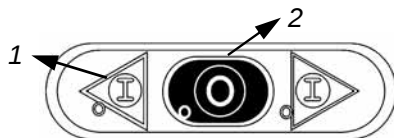

Fig. 5.3.1
5.3 – Vérification du fonctionnement du bouton d'arrêt (fig. 5.3.1)
5.4 – Mise en marche de la machine (fig. 5.3.1)
Pour démarrer la machine, il suffit d'appuyer sur le bouton de mise en marche "1" Fig. 5.3.1, après avoir branché correctement la fiche à la prise électrique et la machine entre en action.
5.5 – Arrêt de la machine (fig. 5.3.1)
Pour arrêter la machine, il suffit d'appuyer le bouton d'arrêt "2" Fig. 5.3.1 et la machine s'éteint.